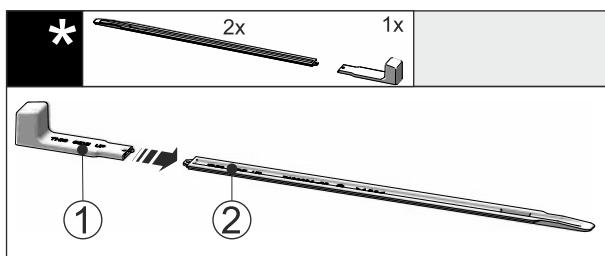

Fig. 43
- ▶ Вставьте монтажную ручку Fig. 43 (1) в выравнивающую рейку Fig. 43 (2).